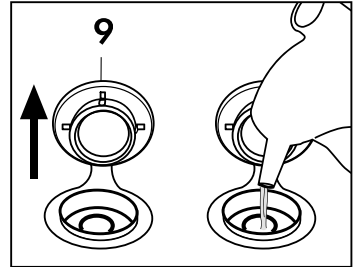

Abb. 7
Den Verschluss des Wassereinfüllstutzens (9) von Hand öffnen; mit Hilfe der Flasche den Heizkessel mit Wasser füllen. Wenn der Behälter voll ist, diesen wieder mit dem Verschluss (9) schließen (Abb. 7).